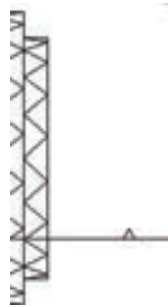

图 11-61 绘制辅助线
② 绘制辅助线。单击“绘图”工具栏中的“构造线”按钮，过正三角形底边绘制水平辅助线，如图 11-61 所示。